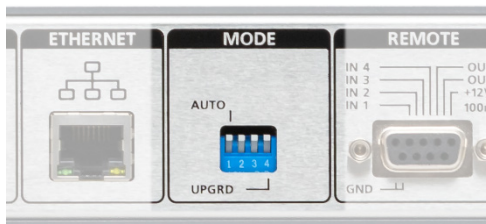

Рисунок 2
- Локально - 4-х движковым DIP-переключателем «MODE» (см. рисунок 2);
Настройка производится DIP-переключателем «MODE» (см. рисунок 2). Заводская установка - все движки вверх, т.е. автоматический коммутатор резерва без фиксации, сигналы GPI импульс.